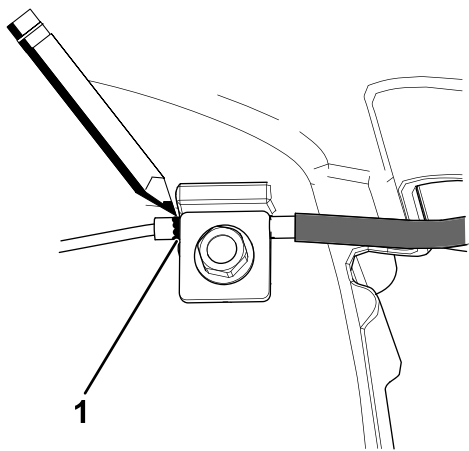
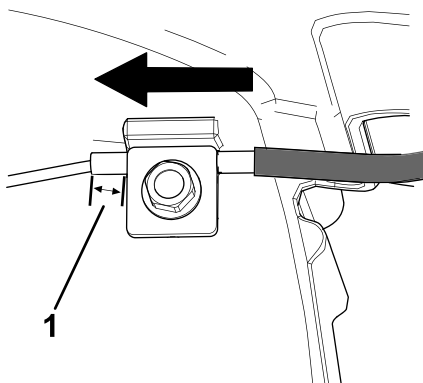

Figure 34
Figure 35
7. Faites une marque sur le câble de frein (Figure 34), puis réglez la gaine jusqu'à obtenir un mou d'environ 8 mm (5/16 po) (Figure 35).